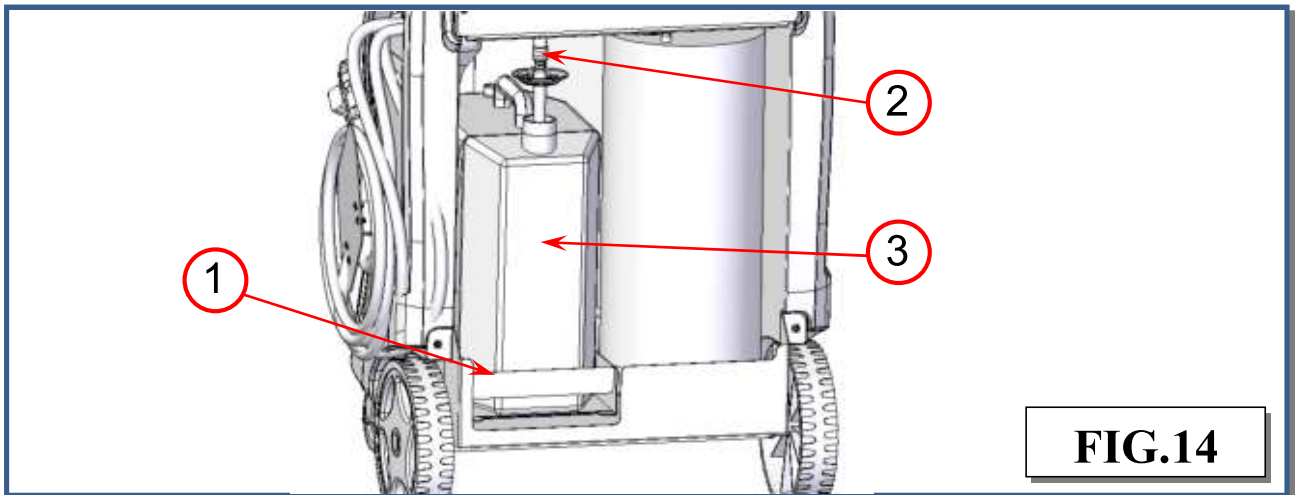

FIG.14
- Desligar a baioneta do novo reservatório de fixação da baioneta de óleo (ref 1, Fig.14) e o engate de ligação rápida das mangueiras (ref 2, Fig.14), depois remover o novo reservatório de óleo (ref 3, Fig.14) do seu alojamento, tendo o cuidado de não exercer pressão sobre a balança
- Inserir novo reservatório de óleo (ref. 3, Fig.14) nos seus alojamentos, ligar novamente as mangueiras de ligação rápida (ref. 2, Fig.14) e baioneta de fixação de óleo novo (ref. 1, Fig.14)